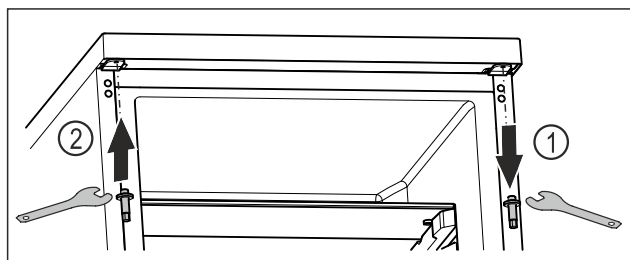

Fig. 22
- ▶ Desenroscar el perno superior con la llave Allen. Fig. 22 (1)
- ▶ Apretar el perno en el lado opuesto con la llave Allen. Fig. 22 (2)